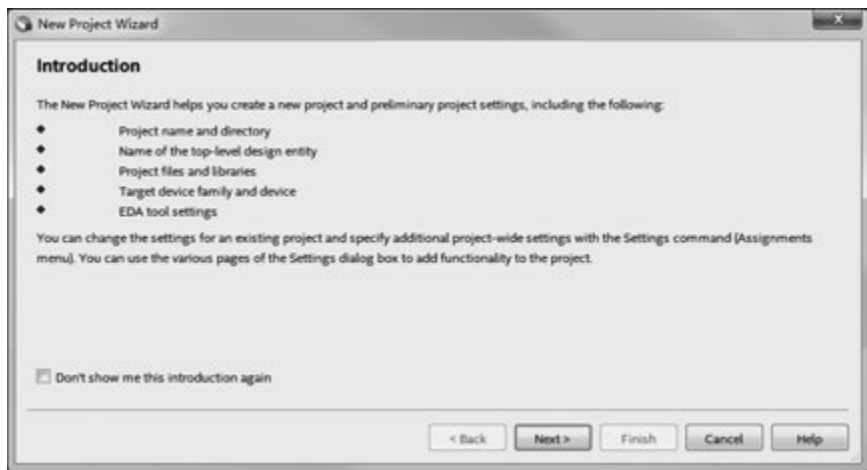

图 3-3 New Project Wizard 对话框
在 Quartus Prime 主界面中,执行 File→New Project Wizard 菜单命令,弹出如图 3-3 所示的 New Project Wizard 对话框,提示设计者建立新工程需要完成以下 5 项任务：①指定工程名和工程目录；②指定顶层模块文件名；③添加或删除工程文件和库；④指定目标器件类型和型号；⑤设置 EDA 工具。